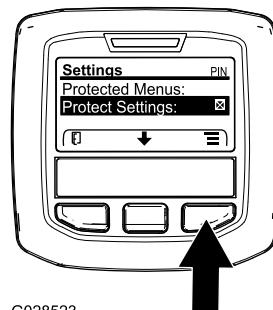

図 41
- 保護メニューにアクセスし、サブメニューのロックを解除する 図 41 アクセス制限付きメニューへのアクセス \(ページ 22\) を参照。